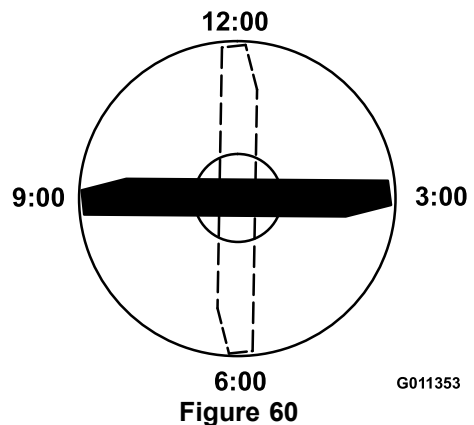

Figure 60
4. Positionnez le tranchant de l'extrémité repérée à la position 12 heures (droit devant dans la direction de la tonte) (Figure 60) et mesurez la hauteur de la surface plane au tranchant de la lame.
5. Tournez l'extrémité repérée de la lame aux positions 3 et 9 heures (Figure 60) et mesurez les hauteurs respectives.